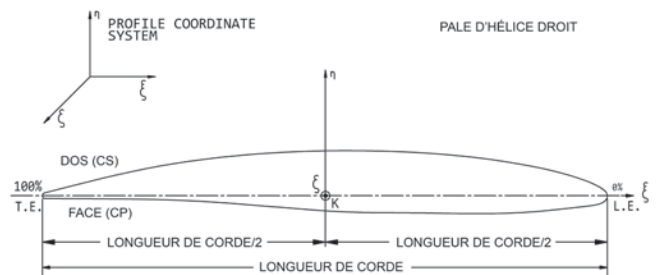

Figure 3 : Section d'une pale d'hélice déballée (2D)
Le concepteur prendra cette section et la « déballera » pour obtenir une forme bi-dimensionnelle (Figure 3). Cette forme 2D ressemblera beaucoup à une coupe transversale d'une aile d'avion. Quand ils appliquent leurs théories sur les surfaces portantes et les techniques de calcul modernes, la forme résultante est divisée en sections. Une ligne de référence, appelée la longueur de corde, ou pas de l'hélice, se déploie sur un plan longitudinal, alors qu'une série de lignes perpendiculaires traversent les deux surfaces des pales – l'une, la face, constituant le côté pression (CP) et l'autre, le doc, formant le côté suction (CS). Si la référence zéro se trouve sur la ligne de corde, les \pm distances des deux faces sont les données relevées sur la table de décalage du dessin de l'hélice.